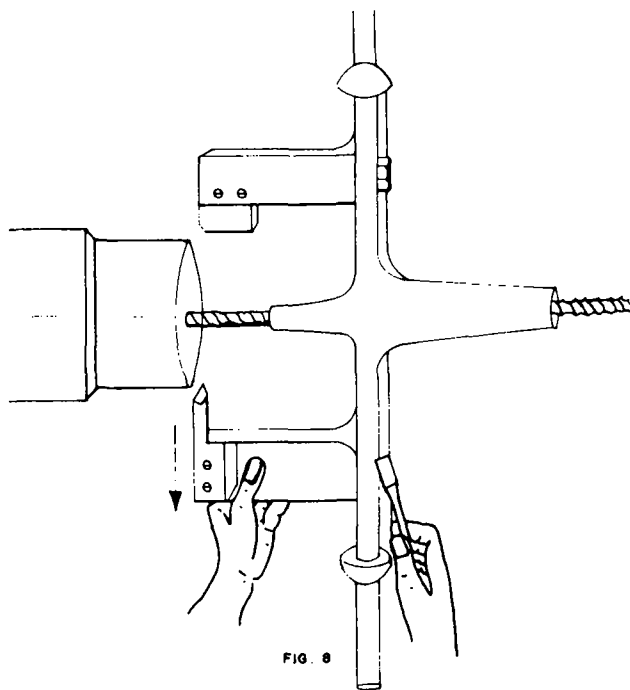

FIG. 8
10.º Passo — Solte os suportes, afaste as ferramentas e retorne-as à ponta do tubo (fig. 8).